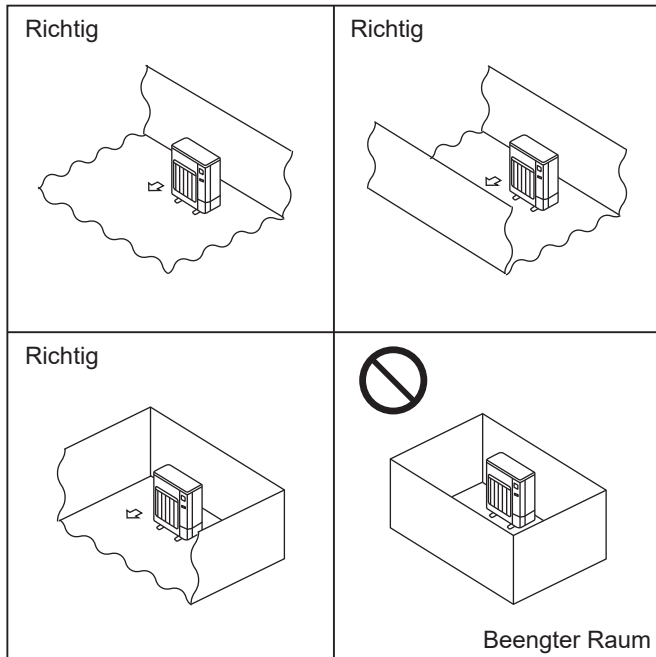

Abb. 2-1
- Installieren Sie Außengeräte an einem Ort, an dem wenigstens eine der vier Seiten offen ist, oder in einem ausreichend großen Raum ohne Senken. (Abb. 2-1)